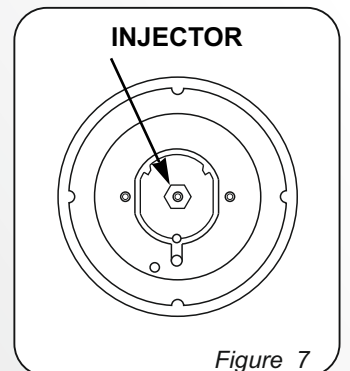

Figure 7
- Umieścić klucz sześciokątny (7 mm) we wsporniku palnika (*Rysunek 7*)